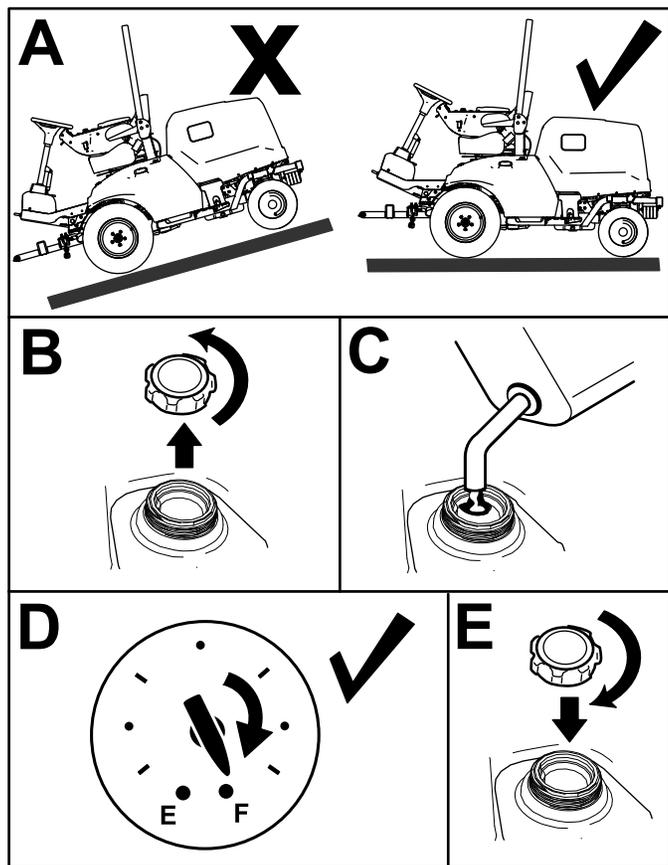

图 32
1. 将机器停放在水平地面上图 32 接合手刹关闭发动机然后拔出钥匙。